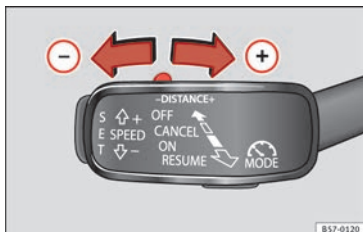

Fig. 181 Leva di comando: regolare la distanza.
- Per indicare la distanza attualmente programmata, premere brevemente il tasto doppio ►►► fig. 181.